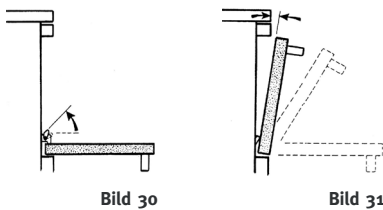

Bild 30
- Backrohtür ganz öffnen, Klipps an den Türscharnieren nach vorne klappen (Bild 30).